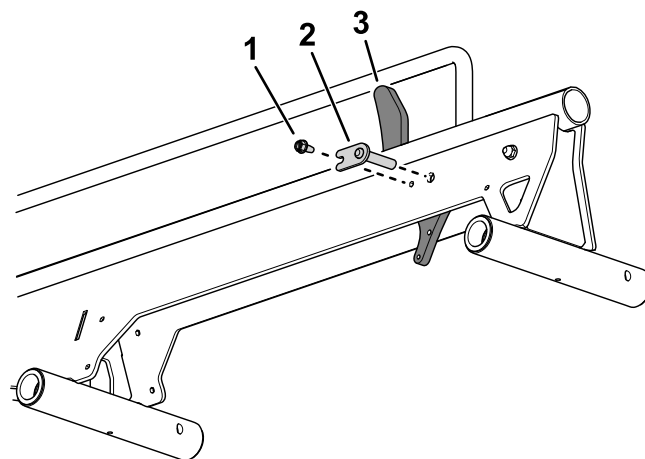

Figura 2
2. Utilize um pino e um parafuso de cabeça sextavada para fixar o batente da roda ao conjunto do carril (Figura 2)